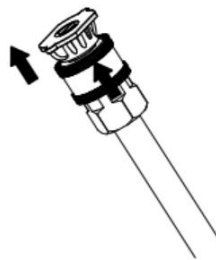

Fig.9
- Descarte una boquilla como se muestra en la Fig.9.